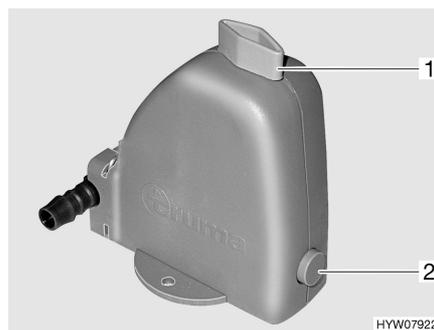

Bild 60 Sicherheits-/Ablassventil des Boilers
Der Boiler ist mit einem Sicherheits-/Ablassventil (Bild 60) ausgestattet. Das Sicherheits-/Ablassventil verhindert, dass das Wasser im Boiler einfriert, wenn bei Frost die Heizung nicht eingeschaltet ist.
- Sicherheits-/Ablassventil schließen. Dazu den Drehknopf (Bild 60,1) quer zum Sicherheits-/Ablassventil drehen und den Druckknopf (Bild 60,2) hineindrücken.
- Sicherheits-/Ablassventil öffnen. Dazu den Drehknopf (Bild 60,1) längs zum Sicherheits-/Ablassventil drehen. Der Druckknopf (Bild 60,2) springt heraus. Der Boiler wird über das Sicherheits-/Ablassventil nach außen entleert.